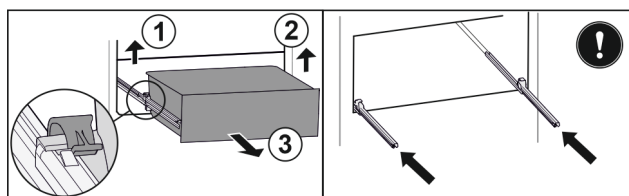

Fig. 142
- Zvedněte levou svorku a současně vytáhněte zásuvku vlevo dopředu. Fig. 142 (1)
- Zvedněte pravou svorku a současně vytáhněte zásuvku vpravo dopředu. Fig. 142 (2)
- Vyměte zásuvku dopředu. Fig. 142 (3)